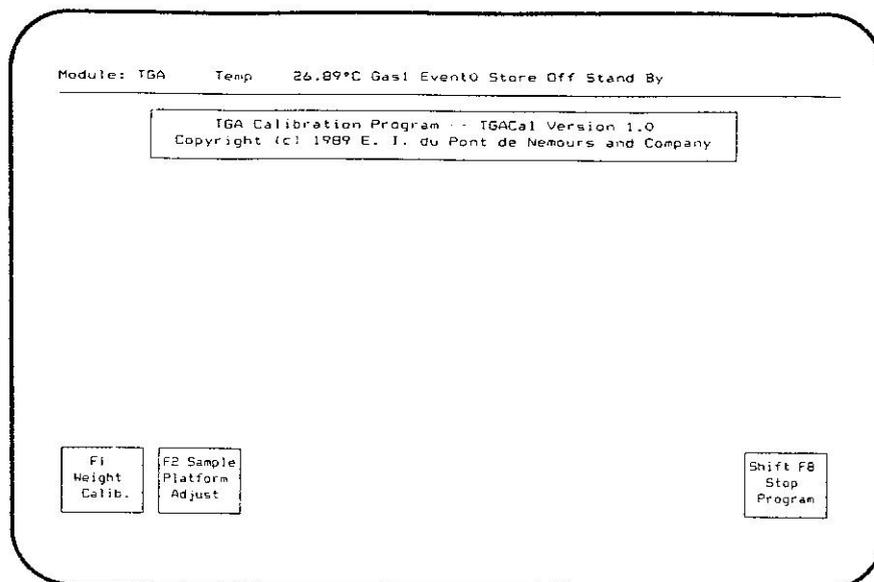

Bild 30
6. Starten Sie das TGA-Kalibrierprogramm durch Drücken von F1 (Start Program). Es erscheint dessen Eingangsmenü (Abb. 30).